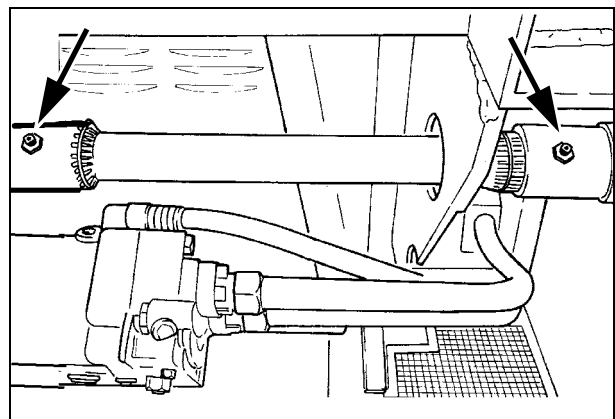

Рис. 17
**12.) Соединительные втулки валов конечных приводов - Рис. 17**